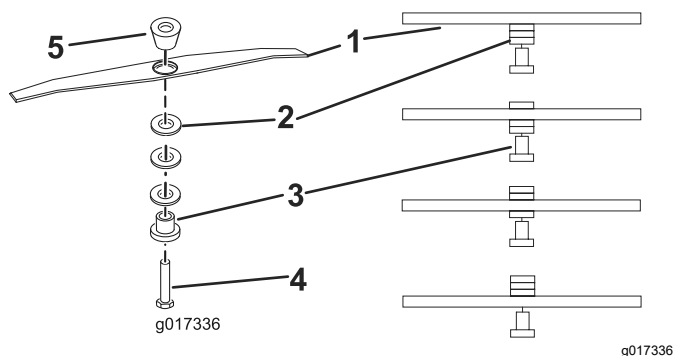

図 13
5. スペーサの位置を変えて、希望の刈高にし、Cutting ユニットの 図 13 のように取り付ける。